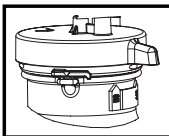

Figura 7
3. Retire el ensamble de la tapa girándola hacia la izquierda 1/4 de giro para alinear la flecha de la tapa con la lengüeta del tanque (Figura 7). Retire la tapa.